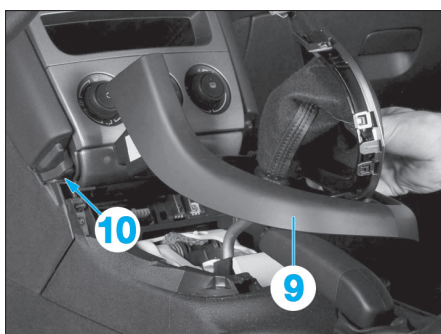

Fig. 5
- Dégrafer l'enjoliveur (9) de la console centrale en (10) et tirer vers soi (Fig.5).